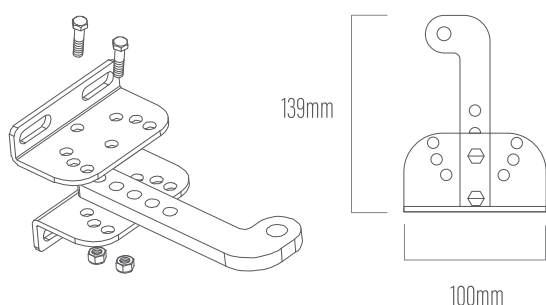

figure 1
2. Assembler l'étrier arrière et établir son point de fixation (figure 1) en fonction des côtes A,B (Section C1) et des dimensions fournis.